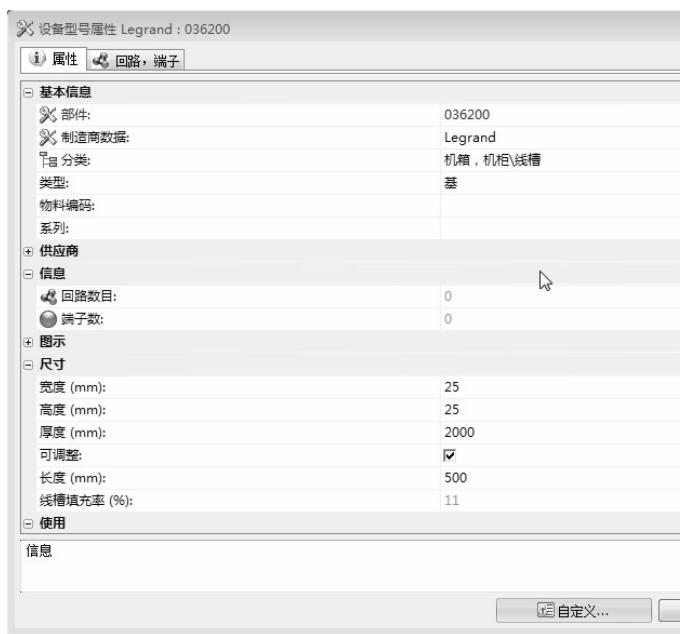

图 14-19 线槽填充率
**步骤 16 线槽填充率** 单击【工具】/[SOLIDWORKS Electrical]/【计算电缆线槽填充率】，选择【计算电缆线槽填充率】。在电气管理器中右击列出的第一个线槽型号【036200】，选择【属性】。滚轮向下查看零件属性，浏览【线槽填充率】，如图 14-19 所示。单击【确定】。